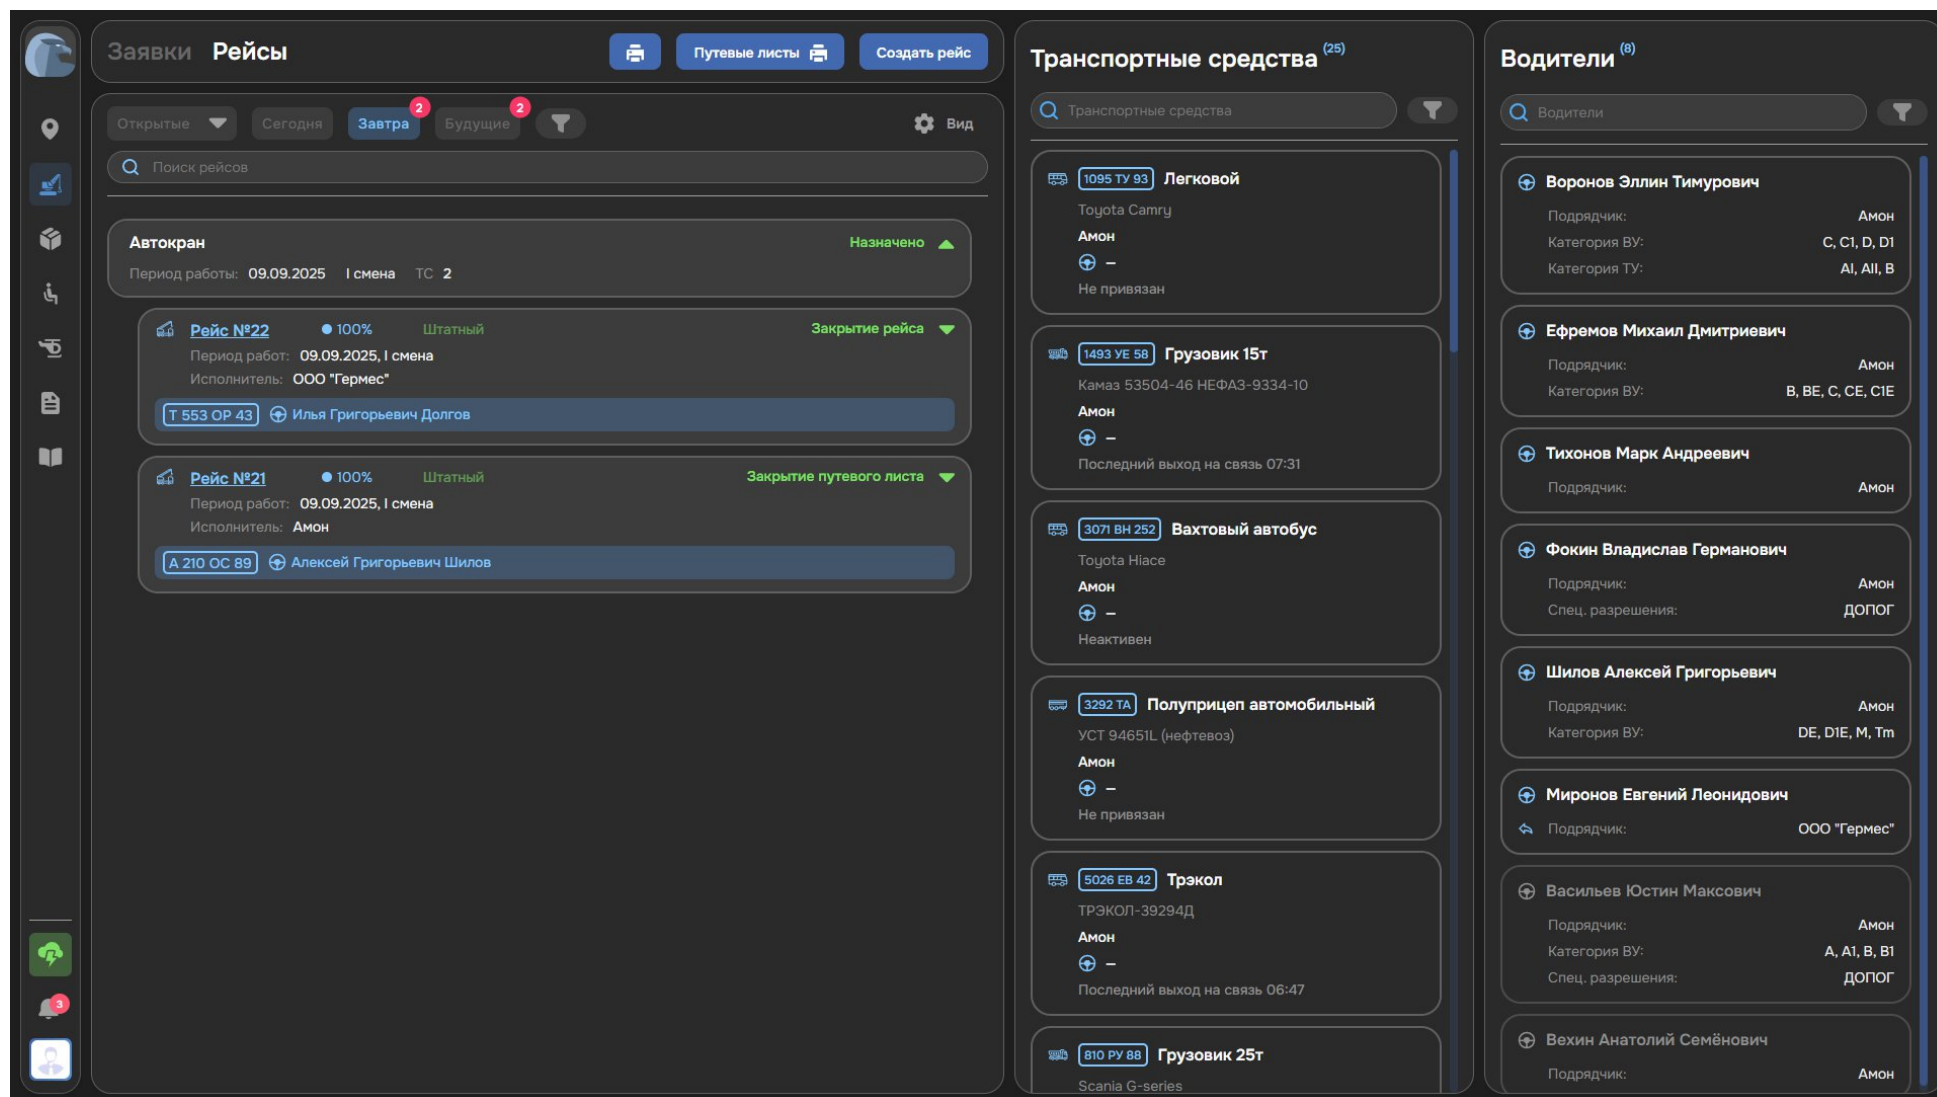

Рисунок 70. Вкладка «Рейсы» раздела «Спецтехника»
2. Перейдите во вкладку «Рейсы» (см. Рисунок 70).